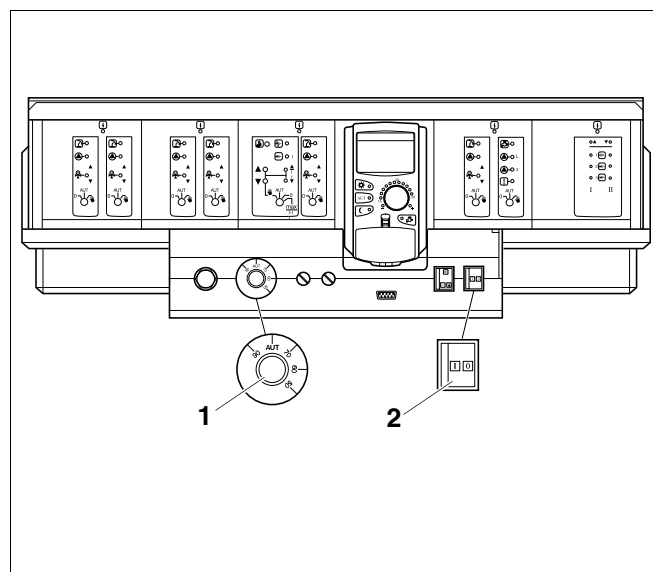

Fig. 3 Sistem de reglare Logamatic 4000
Puneți în funcțiune cazanul de încălzire prin aparatul de Fig. 3 reglare. Prin punerea în funcțiune a aparatului de reglare, intră automat în funcțiune și arzătorul. Arzătorul poate fi pornit prin intermediul aparatului de reglare. Informații suplimentare se găsesc în instrucțiunile de utilizare ale respectivului aparat de reglare.
- Poziționați comutatorul de funcționare (Fig. 3, **Poz. 2**) pe "I" (ON).
- Poziționați regulatorul temperaturii apei din cazan pe (Fig. 3, **Poz. 1**) "AUT". La reglaj constant, poziționați pe temperatura dorită (min. 65 °C).
- Poziționați comutatorul de funcționare (Fig. 3, Poz. 2, pagina 7) pe "0" (OFF).
- Poziționați comutatorul de funcționare de la aparatul de reglare (Fig. 3, **Poz. 2**, pagina 7) pe "0" (OFF).
- După 3 secunde poziționați comutatorul (Fig. 3, **Poz. 2**, pagina 7) pe "I" (ON).